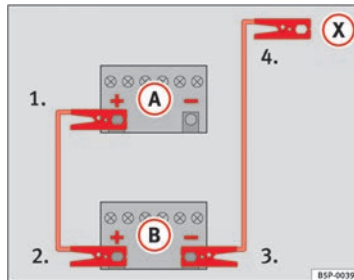

Abb. 201 Anschlussschema für Fahrzeuge ohne Start-Stopp-System.
- Klemmen Sie ein Ende des *roten* Starthilfekabels an den Pluspol  $\oplus$  des Fahrzeugs mit der entladenen Fahrzeugbatterie  $\textcircled{A}$  an  $\Rightarrow$  Abb. 201.
- Klemmen Sie ein Ende des *schwarzen* Starthilfekabels an den Minuspol  $\ominus$  des stromgebenden Fahrzeugs  $\textcircled{B} \Rightarrow$  Abb. 201.